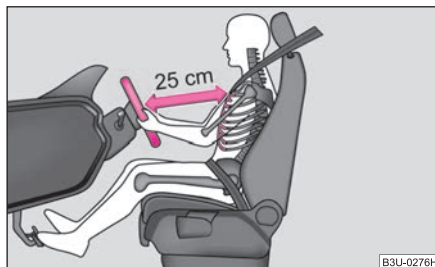

Abb. 135 Der richtige Abstand des Fahrers vom Lenkrad
- Stellen Sie das Lenkrad so ein, dass der Abstand zwischen Lenkrad und Brustbein mindestens 25 cm beträgt ⇒ Abb. 135.
- Der Fahrer muss einen Abstand zum Lenkrad von mindestens 25 cm einhalten ⇒ Abb. 135. Wenn Sie den Mindestabstand nicht einhalten, kann Sie das Airbag-System nicht schützen – Lebensgefahr!